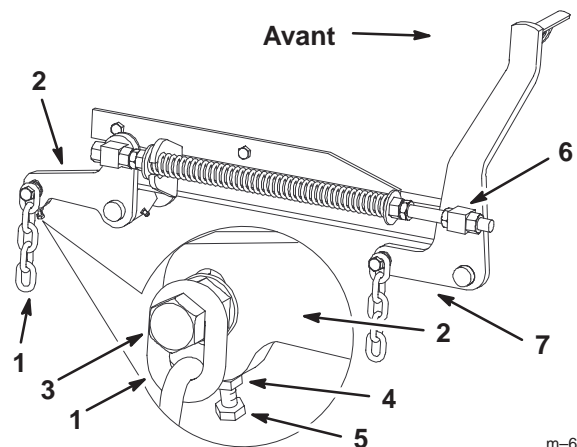

Figure 68
7. Si la distance mesurée au point **B** ou **C** n'est pas correcte, desserrez le boulon qui fixe la chaîne arrière au bras de support arrière (Fig. 68).